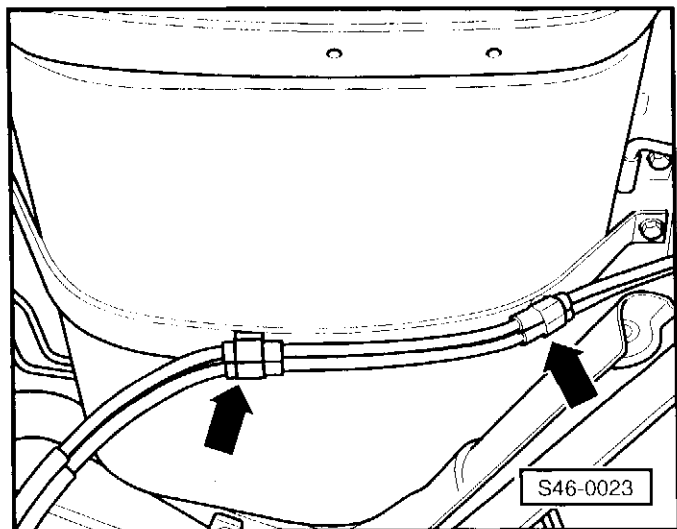

Рис. 4 Место установки (см. стрелки) на держателе топливного бака
- ♦ места установки на топливном баке ⇒ рис. 4